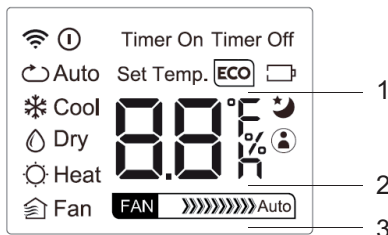

fig. 6 -
1. Funcționare „ECO” (partea 1 - "fig. 6 -") (afișarea unității interioare arată cuvântul "E - C - O" cu literele care apar una după alta, urmate de indicarea temperaturii setate).
2. Funcționare SLEEP (part.2 - "fig. 6 -")
3. Funcționare „FOLLOW ME” (part.3 - "fig. 6 -")